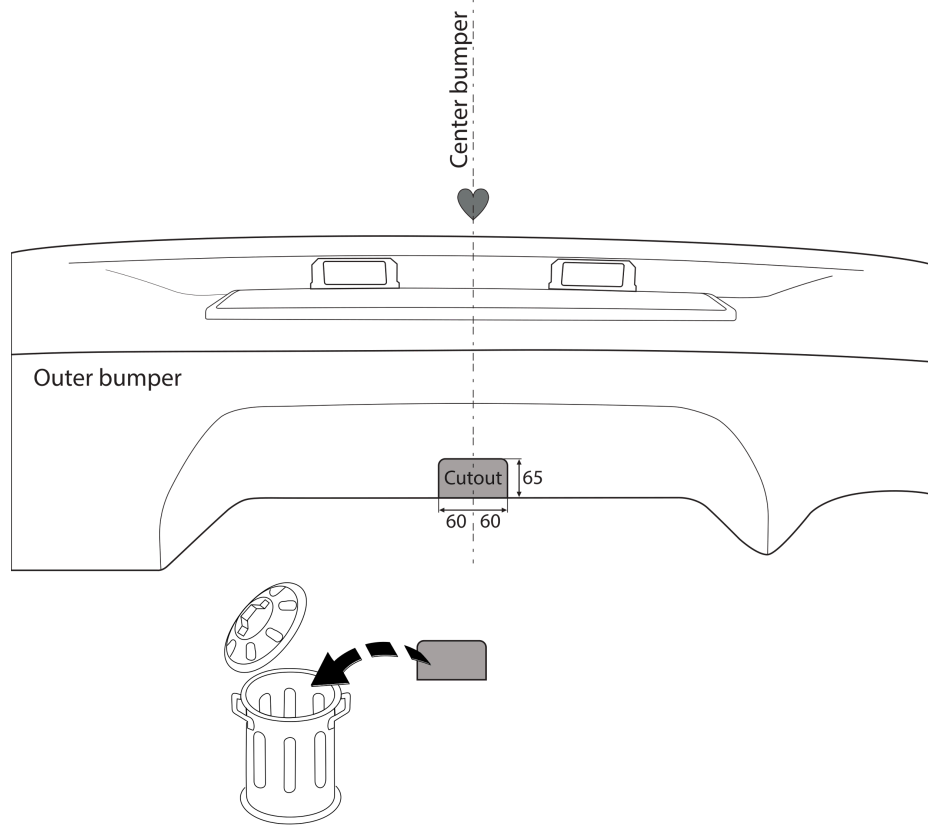

Fig. 5
5. Выпилить обозначенные части, как указано на рис. 5.